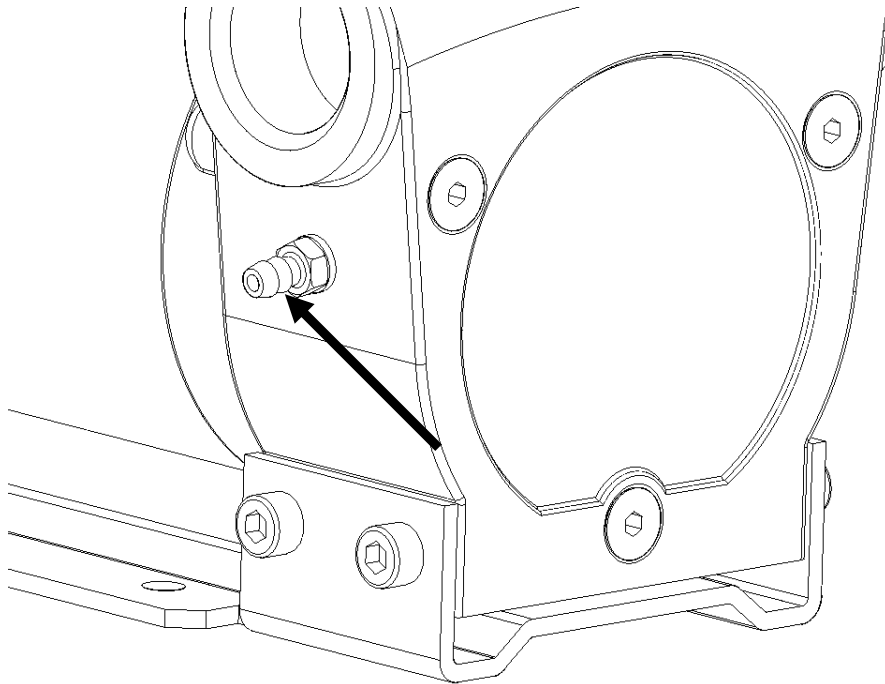

Fig. 3-2: Manguito roscado para el sifón protector atornillado
- Atornille en esta rosca el adjunto manguito roscado con la nueva junta ( ver fig. 3-2 ).